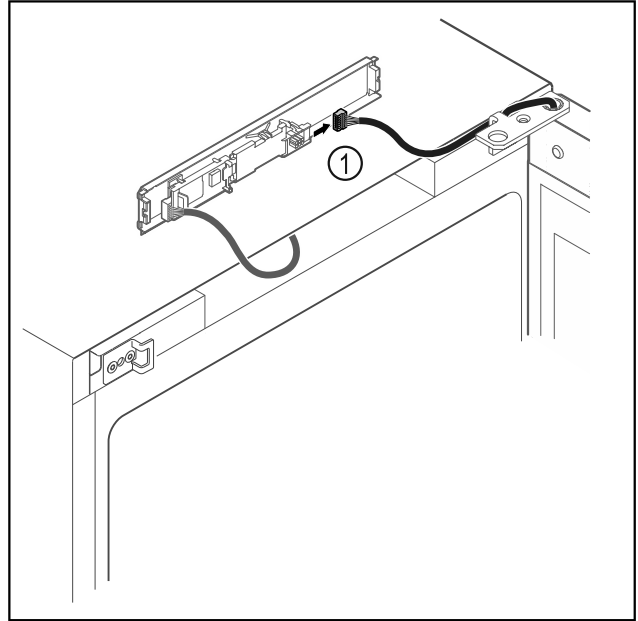

Fig. 20
- ▶ Ištraukite iš plokštės kištuką Fig. 20 (1).